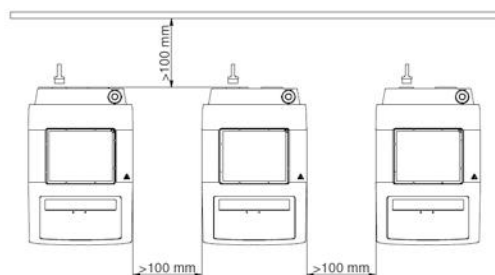

Fig. 2
- Beachten Sie die Mindestabstände zwischen Geräten, zwischen Gerät und Wand, sowie oberhalb des Aufbaus (min. 800 mm), siehe **Fig. 2**.